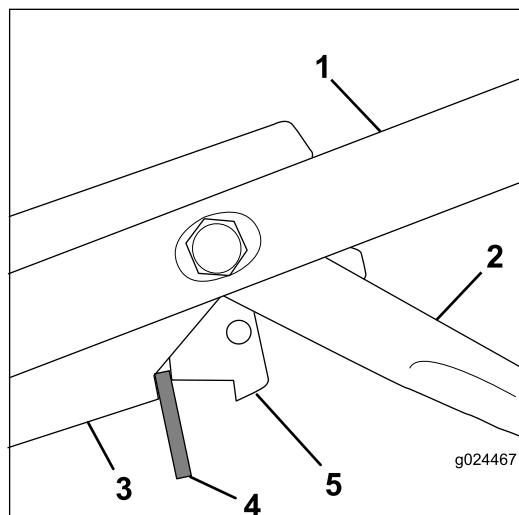

Figure 31
- Insérez une entretoise épaisse de 8 mm entre le levier de commande du frein de lame et le support de commande sur le guidon (Figure 31).